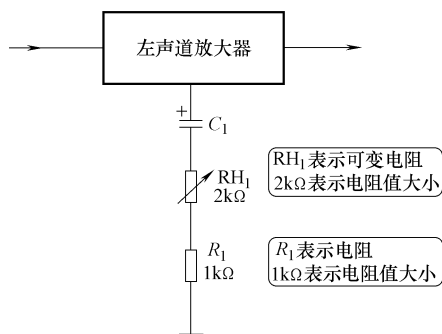

图 3-23 示意图
2) 单元电路图能够完整地表达某一级电路的结构和工作原理,有时还会全部标出电路中各元器件的参数,如标称阻值、标称容量和晶体管型号等,如图 3-23 所示,图中标出了可变电阻器和电阻器的阻值。